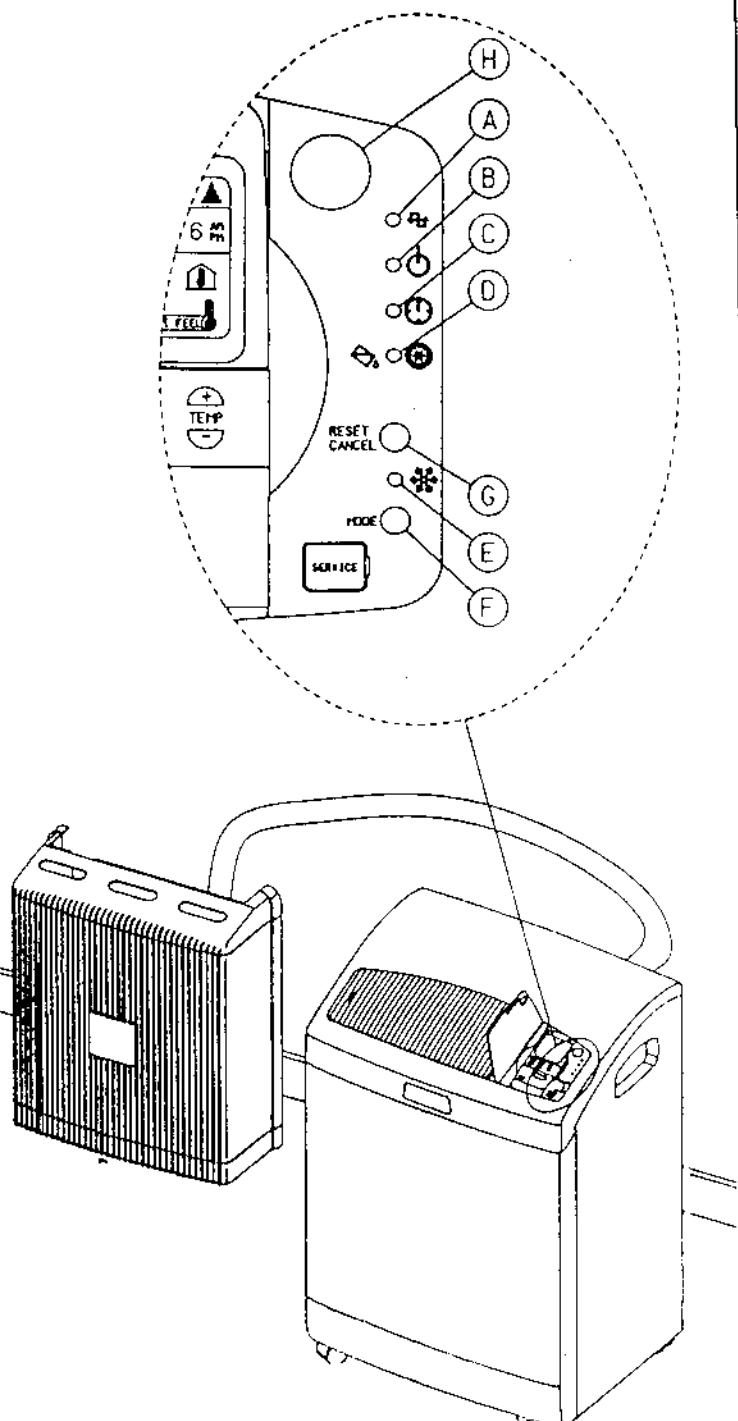

Рис. 13
- Следите за тем, чтобы приемник сигналов на кондиционере (H) не подвергался воздействию сильного света, такого как солнечный свет или свет люминесцентной лампы.
□ ИНДИКАТОРЫ И ОРГАНЫ УПРАВЛЕНИЯ НА АППАРАТЕ (См. рис. 13)
□ ПОРЯДОК РАБОТЫ (См. рис. 13 и 14)